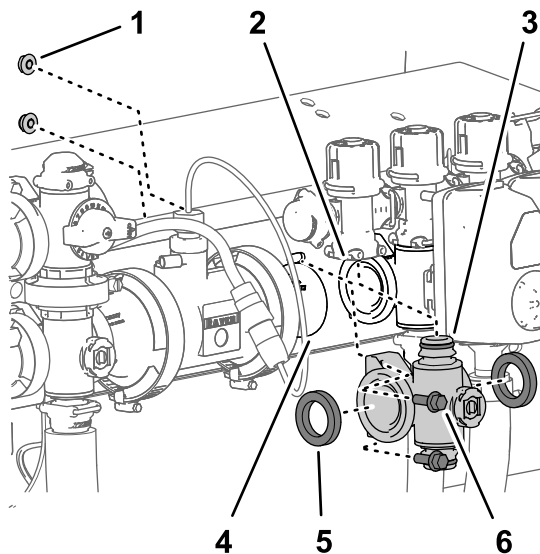

Figura 112
4. Rimuovete, dal collettore della valvola della sezione sinistra o destra, i 2 bulloni a testa flangiata ($\frac{1}{4}'' \times \frac{3}{4}''$) e i 2 dadi di bloccaggio flangiati ($\frac{1}{4}''$) che fissano il collettore al supporto della valvola (Figura 112).
5. Abbassate il collettore della valvola della sezione e le guarnizioni per liberare la valvola di bypass della sezione, quindi allontanateli dalla macchina (Figura 112).